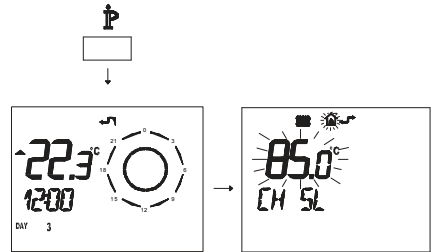

Figura 5.53
- Pulse durante más de 3 segundos el botón **P** para entrar en la modalidad **INFO** (Figura 5.53).